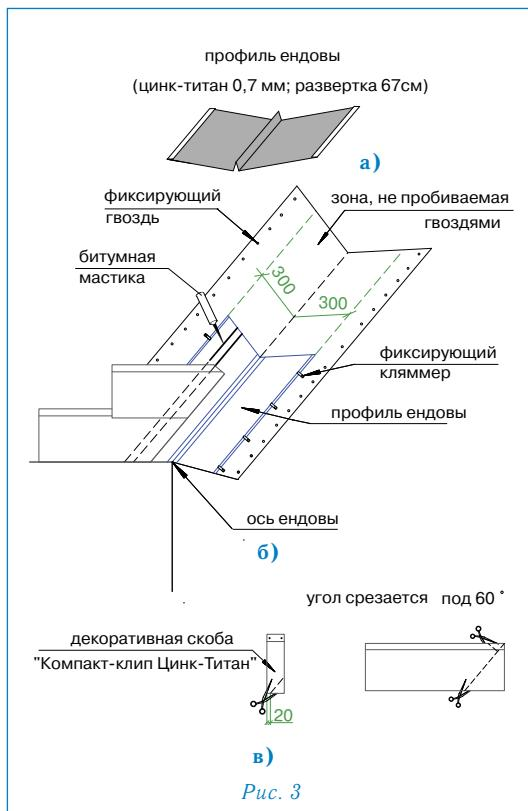

Рис. 3
### Ендова (рис. 3)
- ровно по центру ендовой устанавливается профиль ендовой (цинк-титан 0,7 мм, развертка 67 см) (рис. 3а);
**Внимание:** 1. Необходимо также подрезать верхний уголок обрезанного края листа (см. рис. 3в) для правильного стока воды.
4. В случае, если скоба «Компакт-клип Цинк-Титан» приходится на место обреза листа, можно либо обрезать накладку, оставив минимум 2 см в нижней части (рис. 3в), либо произвести укладку листов без использования накладки.